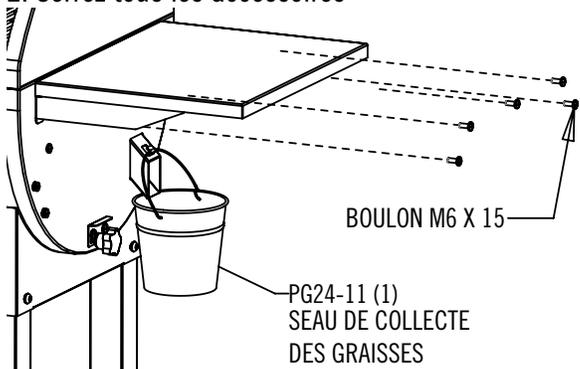

FIG. 6
1. Installer l'étagère comme illustré à la Fig 6.